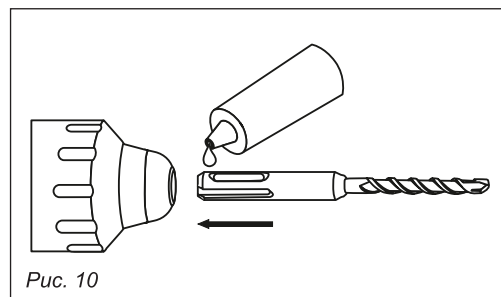

Рис. 10
3. Регулярно производите мазку наконечника сменного инструмента (рис. 10).